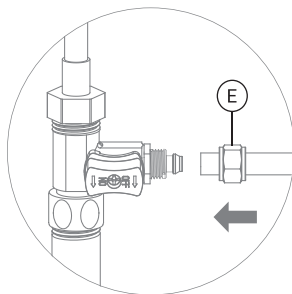
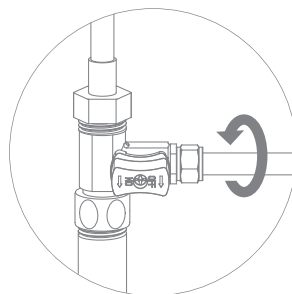

Рис. 7
Рис. 8
- В гайку (Е) проденьте зеленую трубку 3/8" (рис. 7). Конец трубки наденьте на штуцер адаптер-вентилия до упора и плотно накрутите гайку (рис. 8).